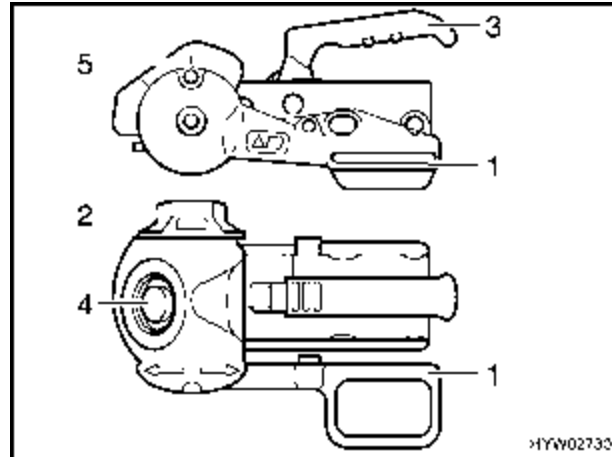

Fig. 3 Accouplement de sécurité AKS 1300
- Soulever complètement le levier de stabilisation (Fig. 3,1).
- Tourner à fond la roue à main (Fig. 3,2) vers la position d'ouverture.
- Tirer la poignée d'attelage (Fig. 3,3) vers le haut.
- Effectuer un contrôle visuel : le point vert de l'indicateur de sécurité (Fig. 3,4) doit être allumé.
- Pousser le levier de stabilisation vers le bas jusqu'à ce que le repère se trouvant sur le levier de stabilisation corresponde avec celui se trouvant sur le carter de stabilisation (Fig. 3,5).